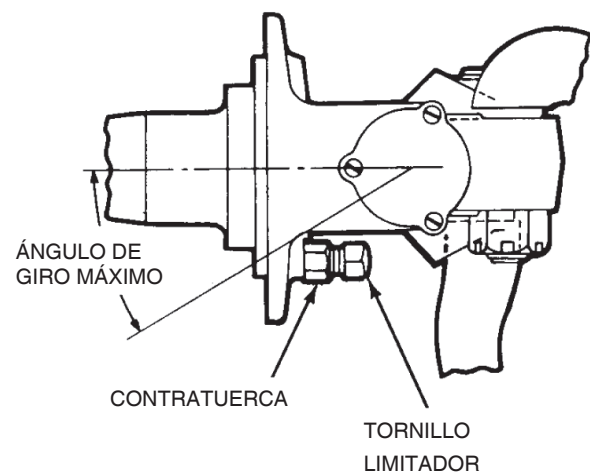

Figura 25
- B. Gire el tornillo limitador hasta que se alcance el ángulo especificado. Figura 25.